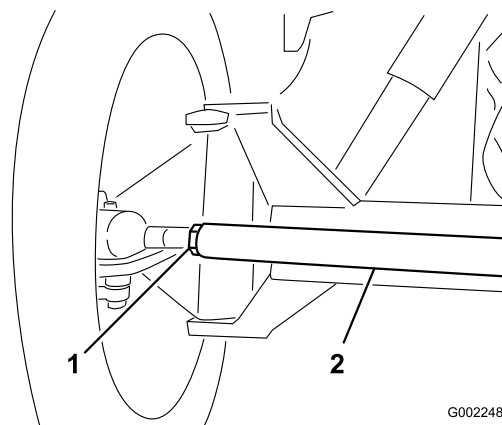

Figura 65
3. Se la misura non rientra nel campo specificato, allentate i controdadi da ambo i lati del tirante (Figura 65).